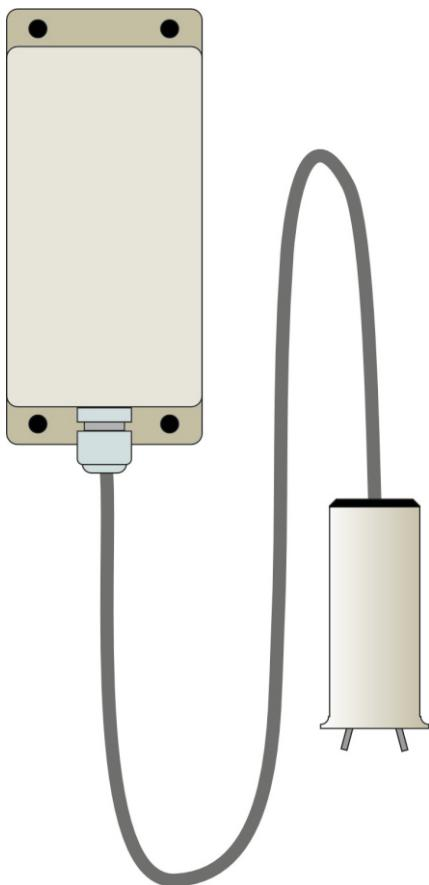
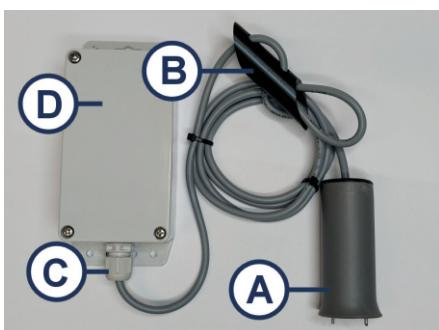

BILD 1
BILD 2
A. En sändare som installeras i tanken eller pumpbrunnen med en nivågivare som övervakar vätskenivån. (Bild 1)
B. Mottagare med ljus- och ljudlarm, som kan installeras på valfri plats inomhus (Bild 2 och 3)
Förpackningen innehåller en sändare med nivågivare (Bild 1) och en mottagare med nätdapter (Bild 2) som är kodade parvis så att varje mottagare enbart reagerar på larm från sin egen sändare.